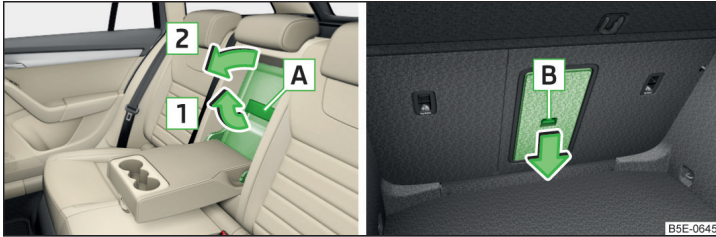

Abb. 112 Deckel öffnen: vom Fahrgastraum aus / vom Gepäckraum aus
- › Den Griff **A** in Pfeilrichtung **1** ziehen und den Deckel in Pfeilrichtung **2** herunterklappen » Abb. 112.
- › Die Armlehne hinten und den Deckel in der Sitzlehne herunterklappen » Abb. 112 auf Seite 100.